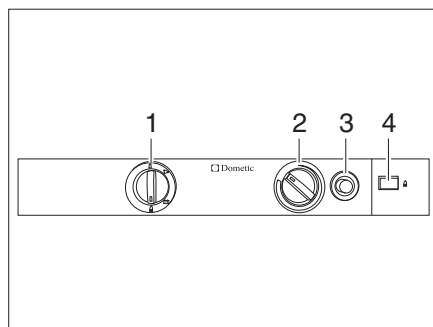

Bild 243 Bedienelemente für den Kühlschrank (Dometic 8er-Reihe)
- Energie-Wahlschalter (Bild 243,1) auf "🔥" stellen.
- Drehregler (Bild 243,2) drücken, auf höchste Stufe drehen und gedrückt halten. Warten, bis Gas zum Brenner strömt.
- Gaszündknopf (Bild 243,3) drücken und gedrückt halten. Die Zündung erfolgt automatisch.
- Gaszündknopf (Bild 243,3) gedrückt halten, bis der Flammenanzeiger (Bild 243,4) grün wird, dann loslassen.
- Drehregler (Bild 243,2) noch 10 bis 15 Sekunden gedrückt halten, dann loslassen.
- Energie-Wahlschalter (Bild 243,1) auf "⏻" stellen.
- Kühltemperatur mit dem Drehregler (Bild 243,3) einstellen.